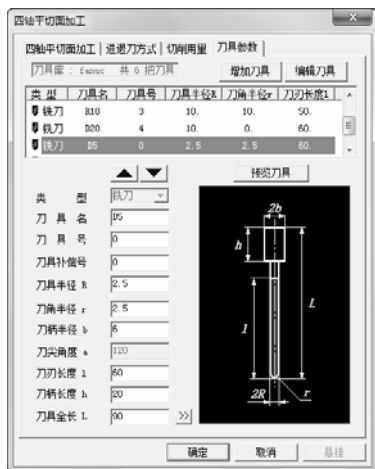

图 4-7 “刀具参数”选项卡
4) 单击“刀具参数”选项卡，选择刀具名称为“D5,r2.5”，D 代表刀具直径，r 代表刀角半径的球头铣刀。具体“刀具参数”参数数值如图 4-7 所示。